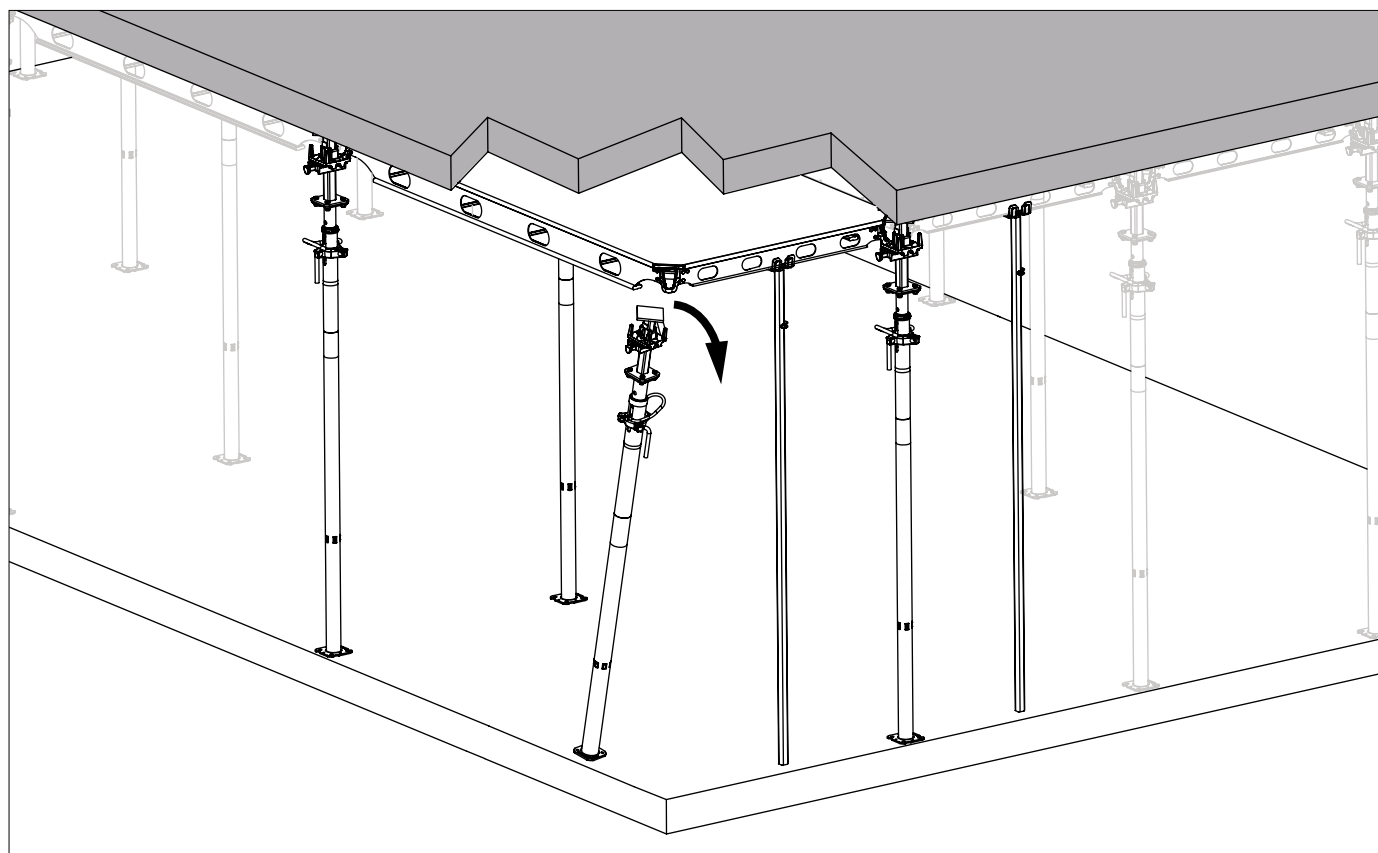

Fig. A11.07
1. Sostenere il bordo del pannello al centro con due ausili per cassaforma nel senso più corto, per le prime due campate. (Fig. A11.07)